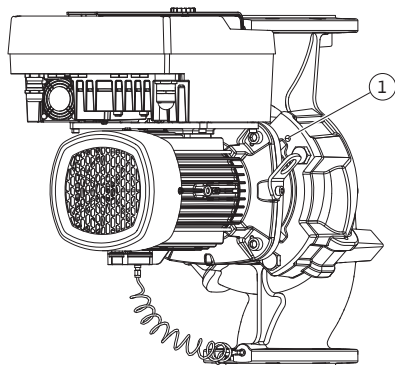

Fig. 10: Éjection du kit embrochable par les trous taraudés
Pour le type de pompe (Fig. III et Fig. IV), desserrer les vis (pos. 29). Utiliser les deux trous taraudés adjacents (Fig. 10, pos. 1) ainsi que les vis appropriées fournies par le client (p. ex. M10 x 25 mm).